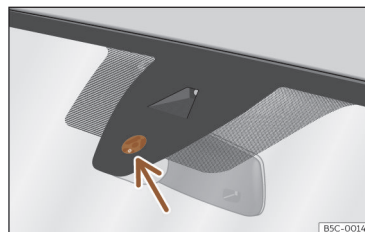

Fig. 105 Superficie sensible del sensor de lluvia.
Las posibles causas de anomalías e interpretaciones erróneas en la zona de la superficie sensible >>> fig. 105 del sensor de lluvia son, entre otras:
- **Suciedad:** el polvo seco, la cera, el recubrimiento de los cristales (efecto loto) o los restos de detergente (túnel de lavado) pueden disminuir la efectividad del sensor de lluvia o hacer que reaccione más tarde, más despacio o que no funcione. Limpie regularmente la superficie sensible del sensor de lluvia >>> fig. 105 (flecha) y compruebe posibles daños en las escobillas.